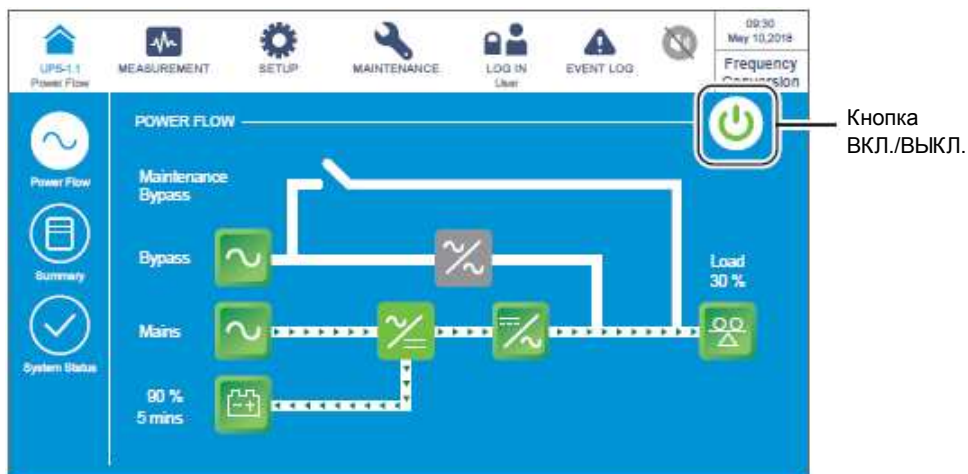

Рисунок 6-57: Экран режима преобразования частоты и расположение кнопки ВКЛ./ВЫКЛ.
- 1 В режиме преобразования частоты на ЖК-дисплее отображается следующий экран (**Рисунок 6-57**), а трехцветный светодиодный индикатор горит зеленым. Расположение трехцветного светодиодного индикатора см. на **Рисунке 2-12**.